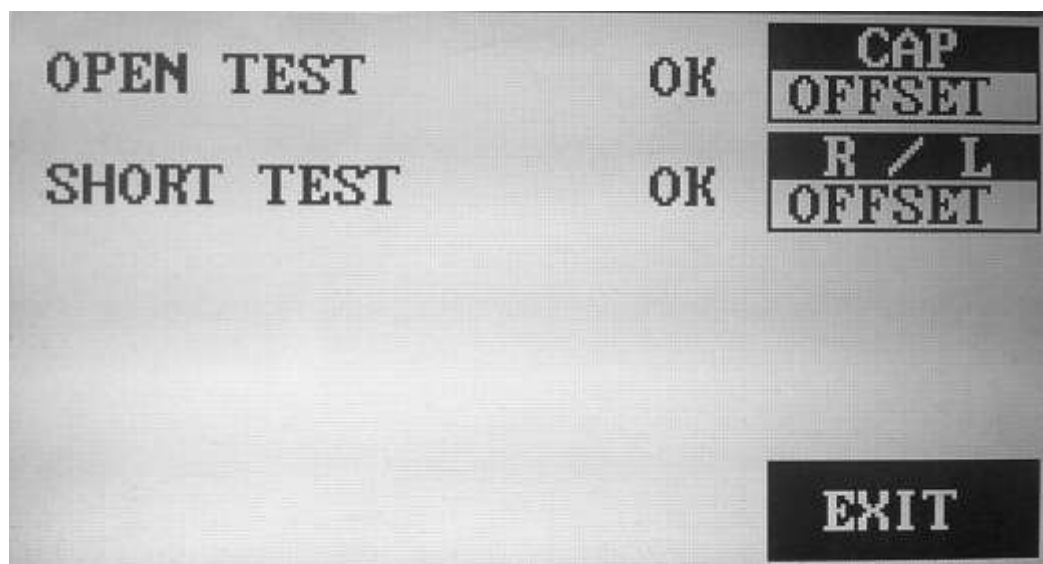

Рис. 17. ЖКИ в режиме меню калибровки нулей
- Нажать кнопку F2 для выбора установки, нуля короткого замыкания (на индикаторе индицируется надпись «R\L OFFSET»). После того как линейка достигнет правого края индикатора, установка нуля короткого замыкания закончена. Если установка нуля прошла успешно на индикаторе высвечивается надпись «ОК» (Рис. 17).